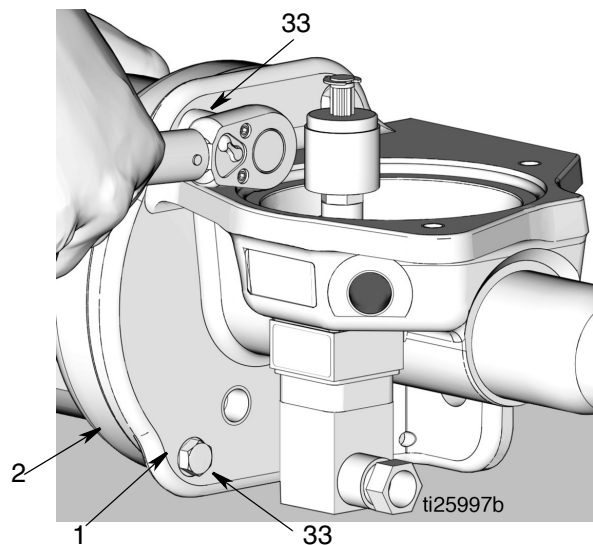

Рис. 20
15. С помощью торцевого ключа на 3/8 дюйма выкрутите 4 болта (33), крепящих пневматический цилиндр (2) к основанию насоса (1) (Рис. 20). Снимите пневматический цилиндр с основания насоса.